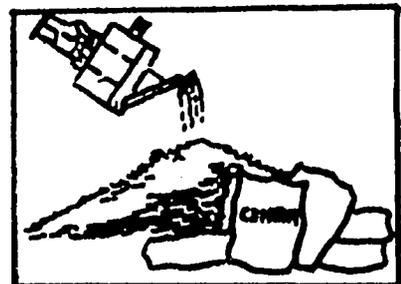

Fig. 7 - Humedeciendo la tierra.
- (1) Una vez revuelta cuidadosamente la tierra con el cemento, extiéndala en la tabla para mezclar.
- (2) Agregue agua con una regadera sin que se hagan charcos (ver Fig. 7).
- (3) Revuelva otra vez cuidadosamente, con una pala.